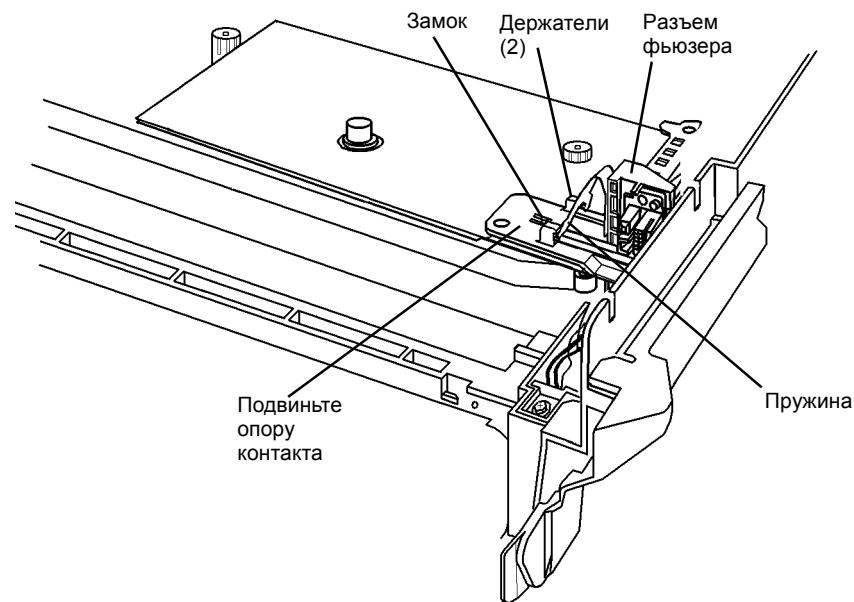

Рисунок 2 Снятие разъема фьюзера
11. Снимите разъем фьюзера с опоры скользящего контакта (Рисунок 2).
- a. Отцепите пружину (2).